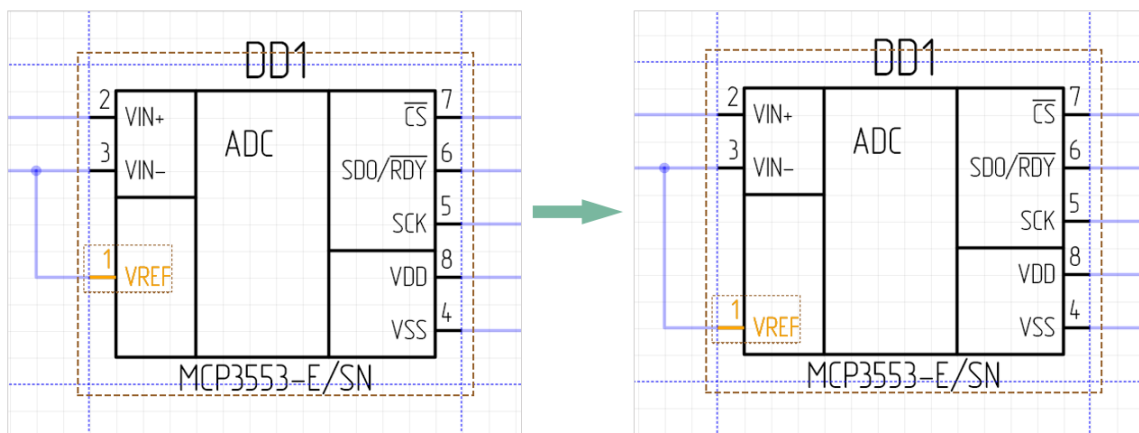

Рис. 41 Перемещение выводов УГО на схеме
4. Перемещение выводов УГО. При этом, уже подключенные к выводам проводники, не будут отключены при перемещении, см. Рис. 41;